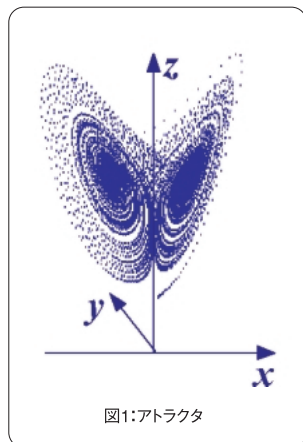
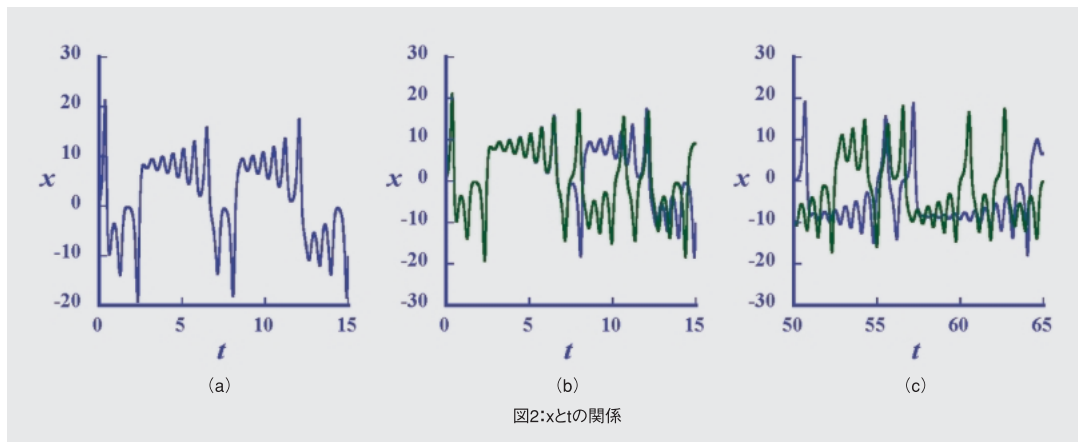

図1:アトラクタ
図2:xとtの関係
アルギン酸というバイオポリマーの生産に関する研究内容を簡単に紹介します。天然多糖類アルギン酸は、D-マンヌロン酸 (M) と L-グルロン酸 (G) をモノマー単位とする生体高分子共重合体です (図1を参照)。分子内にはM結合のみからなる部分【Mブロック】と、G結合のみからなる部分【Gブロック】、MとGが交互に配列した部分【MGブロック】を持っています (図2を参照)。アルギン酸は今日、ゲル化剤として食品、医科学関連材料などの分野に多用されています。現行の工業アルギン酸は海洋性藻類から抽出されていますが、栽培は地域的制約、天候変動の影響を受けやすく、さらに高分子内モノマー構成比も海洋環境に大きく依存するために、用途開発研究の展開は極めて制約されたものとなっています。
が時間に対してどのように変化するかを表す。 x 軸、 y 軸、 z 軸の三次元座標に方程式の解である (x, y, z) の組み合わせを表わす点を描くと図1のようなになる。上の方程式の規則に従って、8の字が変形したような、あるいは蝶のような幾何学模様が描かれている。方程式の解のグループを表わすこの図形をアトラクタという。このようなきれいな模様の中に解が入ってくるのであれば長い時間が経過した後の x, y, z の値の予測は簡単なように思える。そこで次は3つの関数のうち x の時間 t に対する変化のグラフを見てみる。図2(a)は最初、つまり $t=0$ のとき $x=1$ としたときの計算結果であるが、規則性があるような、ないような微妙な変化をしている。このように方程式の規則に従ってアトラクタというきれいな模様を描きながらも、奇妙な変化をするのがカオスである。カオスには最初の値が少しでも違うと結果が大きく異なってくるという特徴がある。図2(b)、(c)の青の曲線は $t=0$ のとき $x=1$ とした場合、緑の曲線は $x=1.001$ とした場合の結果だが、 t が7を越えたあたりから全く異なる変化を示している。(c)に示されるように t が50以上になると時間に対する変化の様子はほとんど一致していない。
最初の値がわずか千分の一違っただけでこんなに大きな差が出てくるのである。気象予報にあてはめると、予測のときに最初に設定する気流の速さ、圧力がわずかに違っただけで予測の結果が実際と一致なくなるということになる。もちろん実際の気象予報はここで示したような単純な方法で計算しているわけではなく、数多くのデータを用いて信頼性のより高い方法に基づいているのだらうと思う。それでも大気の動きが本質的に非線形方程式に支配されている限り予測を100%当てることは難しいのである。なお、今回取り上げた方程式は気象学者ローレンツが大気の動きの計算の式から導いたローレンツ方程式である。また、図1はローレンツアトラクタと呼ばれる。カオスに関してはスペースの関係でこれ以上詳しく書けないが、参考になる本は多数出版されているので、読んでみてほしい。